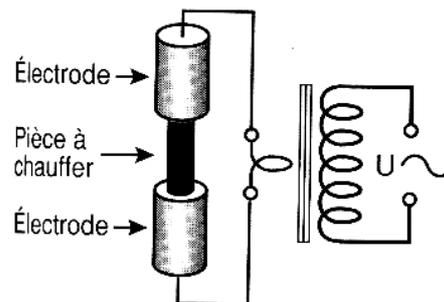

Figure 2.4 – Chauffage direct par conduction
- réchauffage de billettes d'acier (figure 2.4) ;